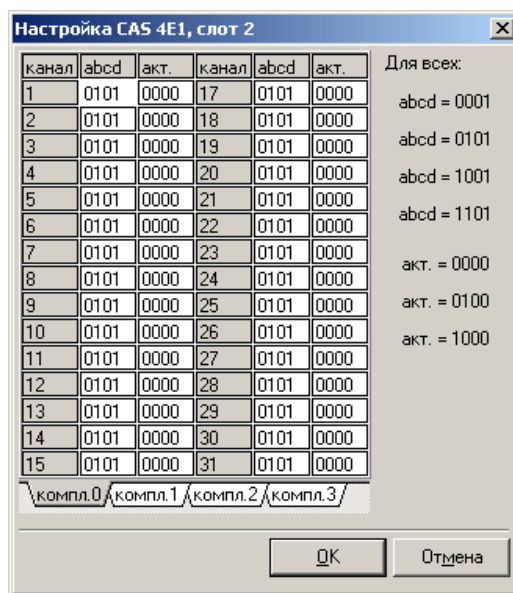

Рисунок 22
- щелкнуть правой кнопкой мыши на изображении нужной платы 4E1, 1/2DSL (2DSL2), 4ToP или 4И15 и выбрать из контекстного меню пункт «*биты сигнализации*», после чего появится окно, позволяющее настроить сигнальные биты выделенного(ых) сигнального(ых) канала(ов) для потока(ов) E1/ИКМ15/DSL данной платы (рис. 22);